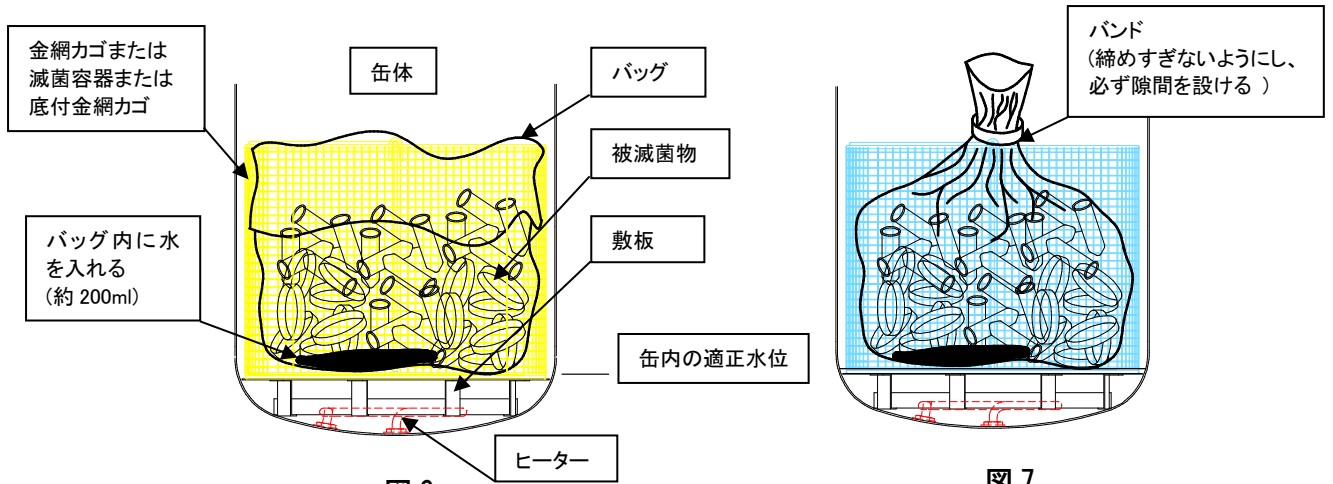

図 6
折り返したバッグ容積の 60%程度の内容量にとどめてください。(図 6)
- ❗ **バッグの口は必ず開いてください。(図 6, 図 7)**
- ❗ **確実な滅菌の為にバッグに 200ml 程度の水を入れてください。(図 6)**